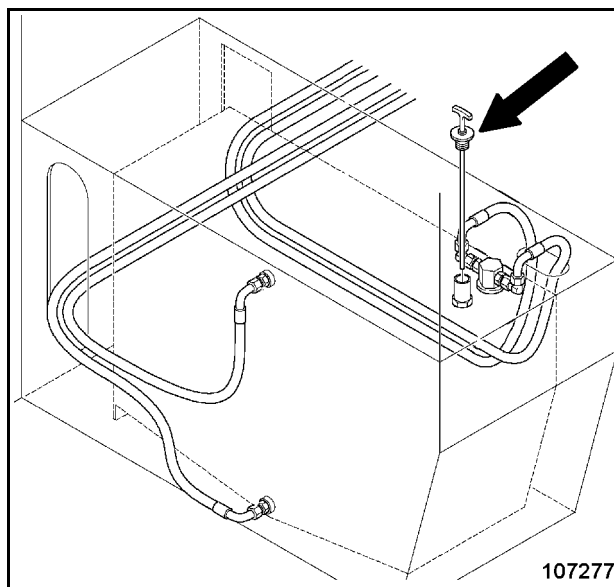

Fig. 3-15:
- Soltar y sacar la varilla indicadora del nivel de aceite (Fig. 3-15:).